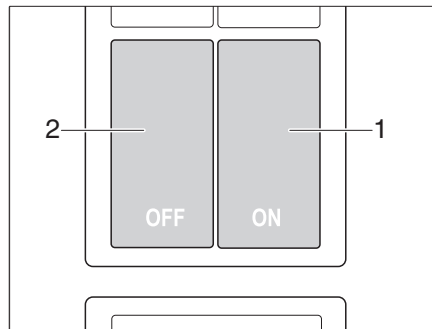

Fig. 117 Interruptor para bloqueo central de la línea de servicio de cocina
La línea de servicio de cocina está equipada con un bloqueo central. Las trampillas y los cajones del bloque de cocina se pueden bloquear y desbloquear manualmente con el interruptor (Fig. 117).
- Bloqueo* ■ Pulsar el interruptor ON (Fig. 117,1). Las trampillas y los cajones del bloque de cocina están bloqueados.
- Desbloqueo* ■ Pulsar el interruptor OFF (Fig. 117,2). Las trampillas y los cajones del bloque de cocina están desbloqueados.